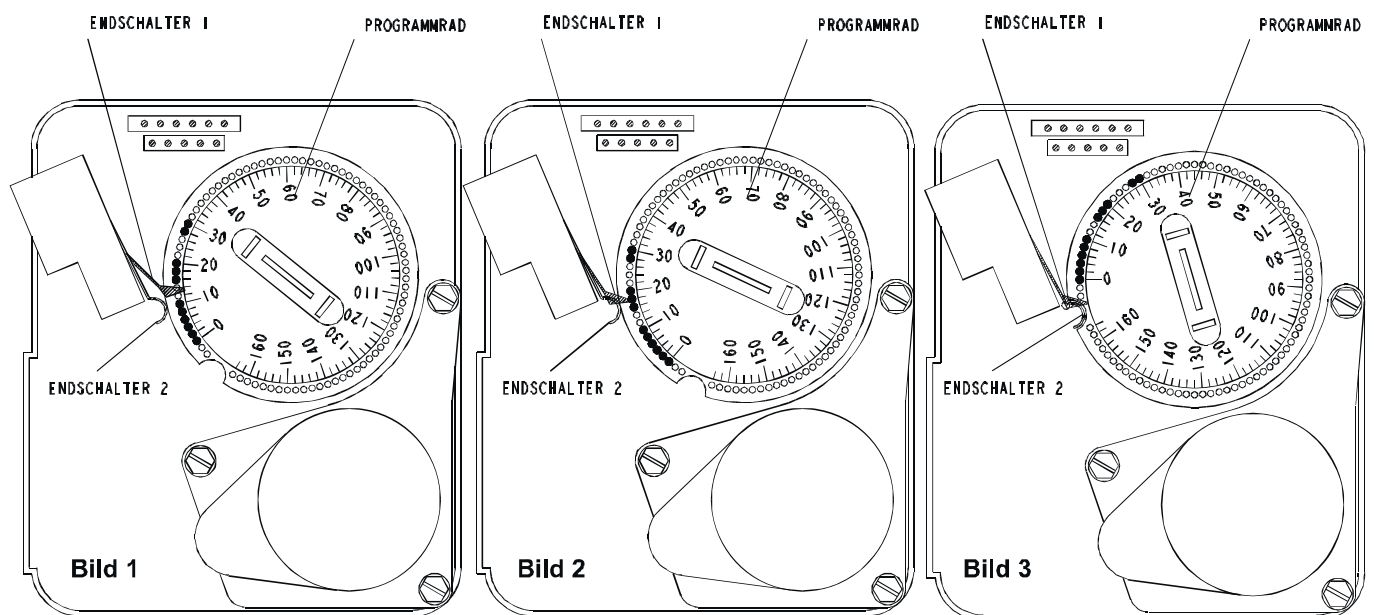

Abb. G-1: Zeitsteuerung Rückseite
- Timer nach rechts wegklappen und 10 Minuten warten bis Endschalter 1 frei ist (Abb. G-1, Bild 1) und der Stellmotor des Steuerkolbens steht.
- Warten, bis Endschalter 1 wieder gedrückt ist (Abb. G-1, Bild 2) und der Stellmotor des Steuerkolbens steht.
- Entmanganungsanlage befindet sich wieder in Betriebsstellung, wenn Endschalter 1 und Endschalter 2 frei sind (Abb. G-1, Bild 3).